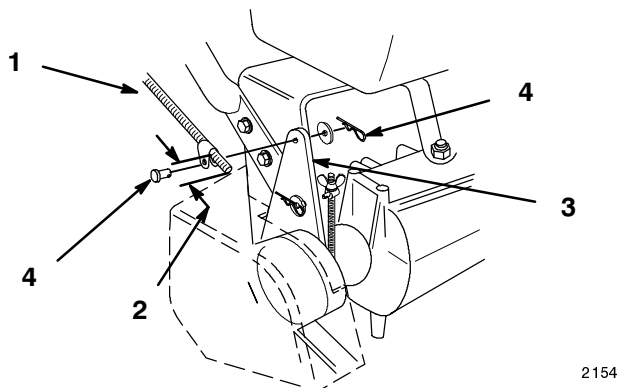
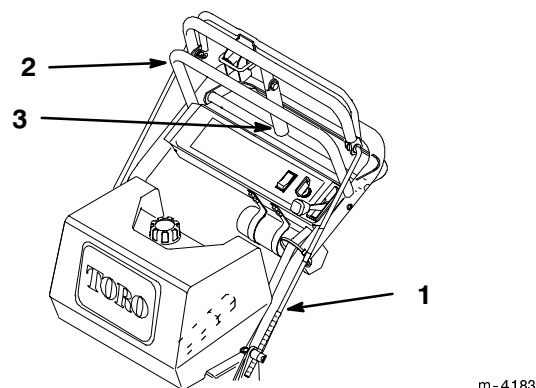

Figure 7
Figure 8
1. Visser une attache sur chaque tige de commande, à environ 5 cm (2") de l'extrémité (Fig. 7) ou pour que la barre de commande supérieure (Fig. 8) soit à peu près perpendiculaire au sol.
2. Monter l'extrémité des attaches de tige sur le trou de l'équerre de renvoi (par l'extérieur) au moyen des axes, rondelles et goupilles épingles (Fig. 7).
3. Contrôler l'écart entre la barre de commande supérieure et le haut du mancheron lorsque les courroies sont engagées à fond. L'écart doit être d'environ 25 à 32 mm (1 à 1-1/4") (Fig. 8).
5. Le réglage des tiges de frein doit permettre d'appliquer facilement le levier de frein de stationnement contre le mancheron en tirant sur la barre de commande supérieure (Fig. 8).